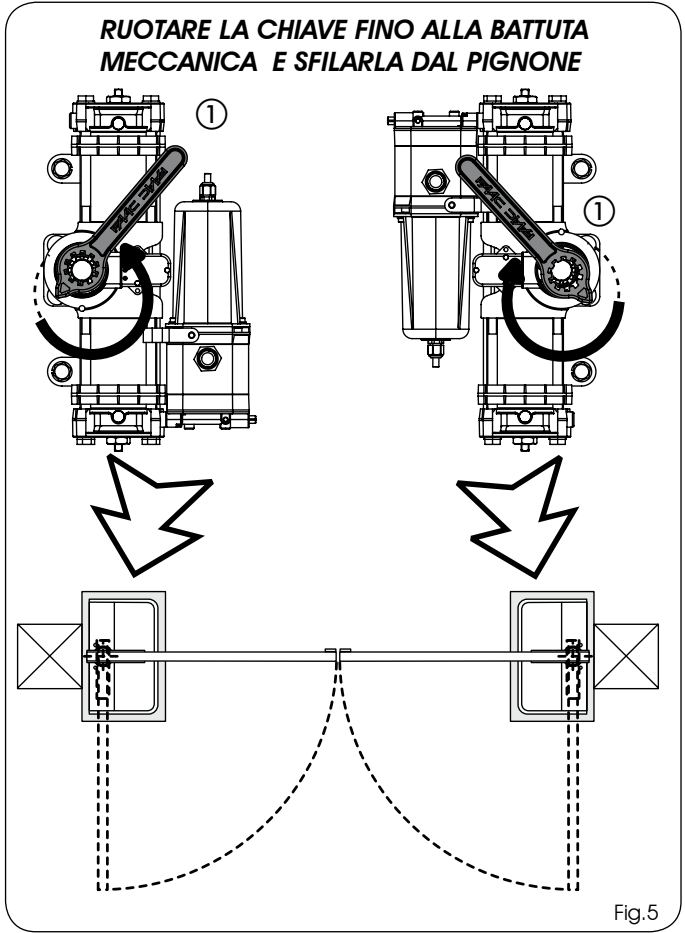

Fig.5
- 5) Ruotare il pignone dell'operatore con la chiave in dotazione (Fig.5 rif.1), nel senso della chiusura del cancello come in figura 5, fino alla battuta interna del pistone e togliere la chiave.